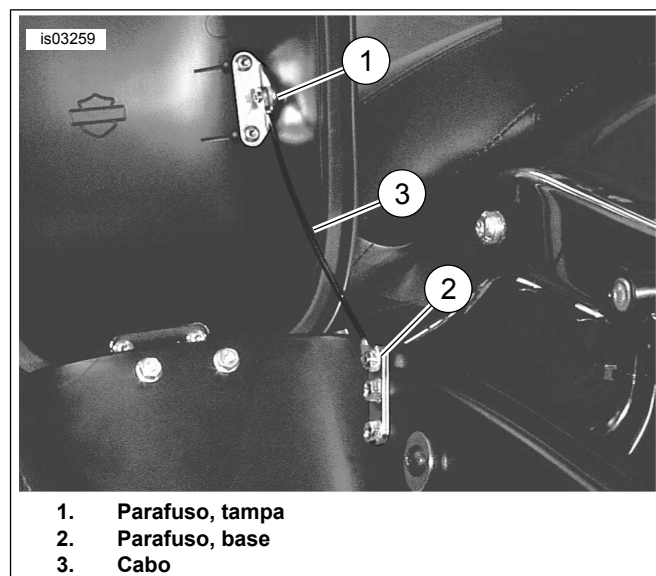
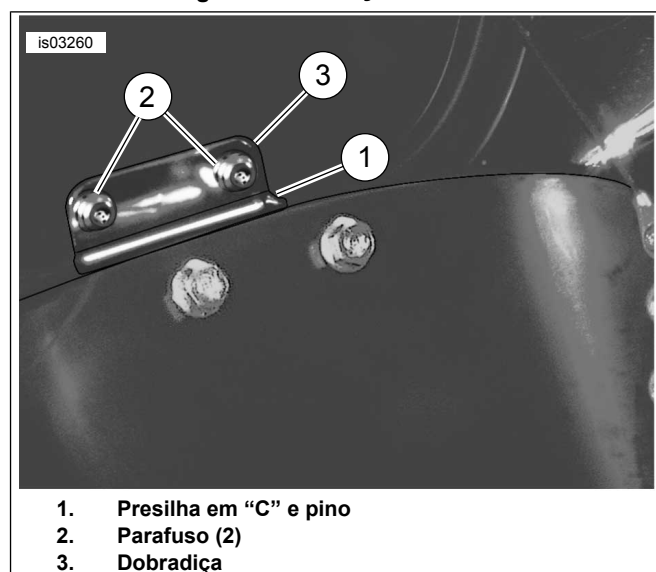
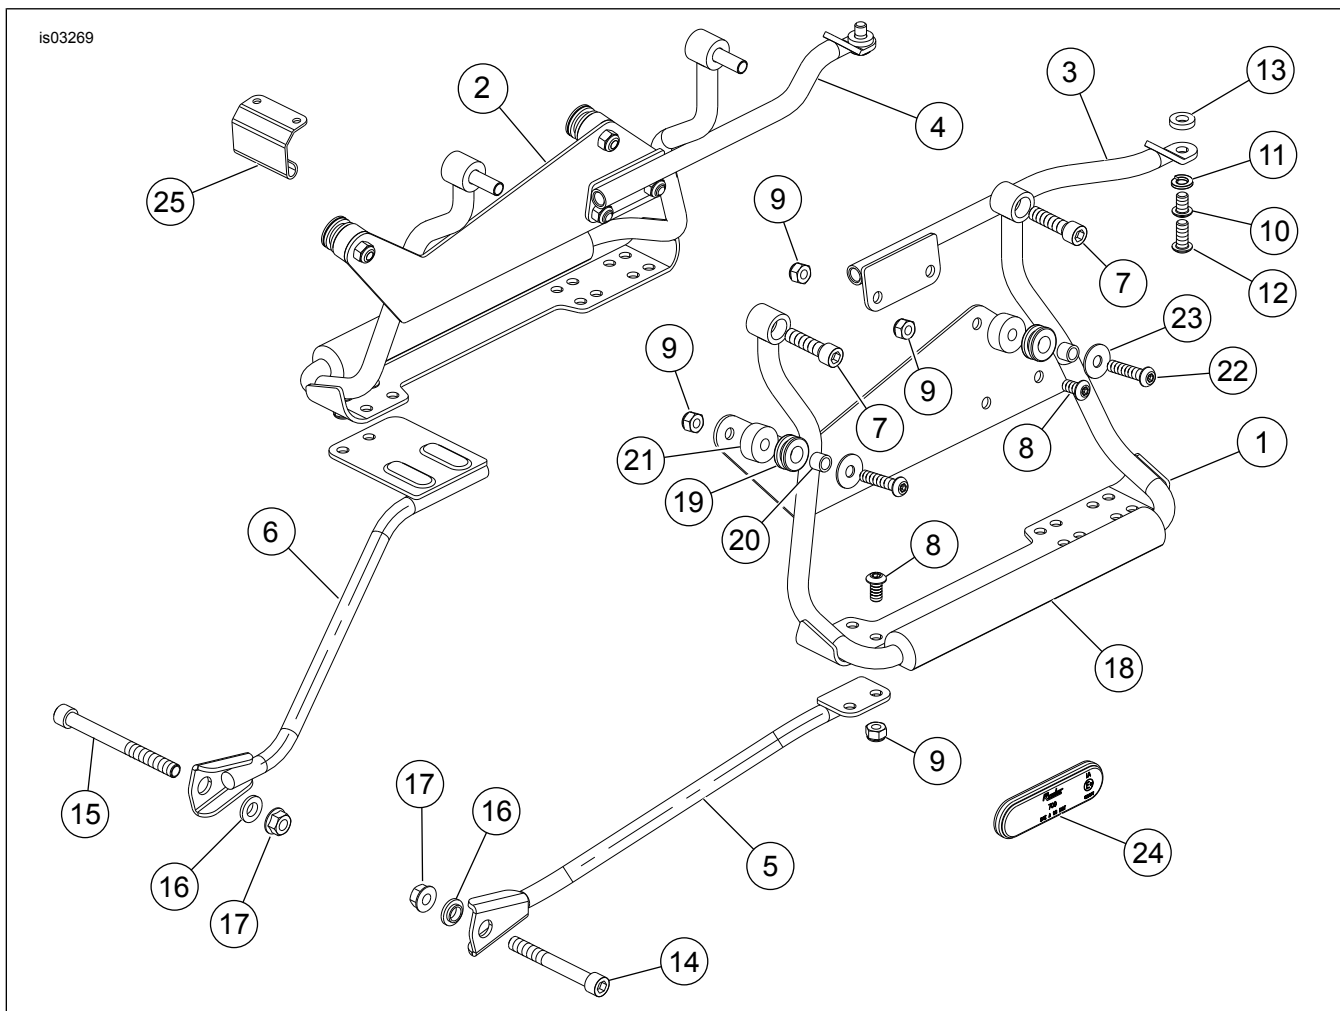

Figura 16. Remoção do cabo
Figura 17. Remoção da dobradiça
Figura 18. Peças de reposição: kit de suporte do alforje (peça N.o 90715-07) e kit de ferragens (peça N.o 88208-07)
2. Veja a Figura 18. Coloque o parafuso (15) através do suporte do pedal de apoio (1) e suporte do silenciador. As roscas deverão ficar expostas aproximadamente 12 mm (1/2 pol.) no lado interno do quadro.
3. Instale o suporte dianteiro (6) no parafuso (15).
4. Instale a arruela de ressalto (16) com o ressalto virado para o suporte, depois instale a porca (17) no parafuso e aperte com os dedos.
1. Veja a Figura 18. Instale dois parafusos (8) através dos ganchos de suporte do alforje (1, 2) e por dentro dos suportes dianteiros (5, 6). Fixe com porcas (9). Aperte as porcas com torque de 13,1 N·m (10 lb·pé).
4. Veja a Figura 18. Instale o parafuso (22) e a arruela (23) do alforje lateral, por dentro do espaçador (21). Depois instale a porca (9) apertando com os dedos.
- Veja a Figura 16. Remova os parafusos (1, 2) que prendem o cabo à tampa e base do alforje.
- Remova o cabo (3) do alforje.
- Veja a Figura 17. Remova e guarde a presilha em "C" e o pino (1) da dobradiça. Separe a tampa do alforje do corpo.
- Remova e guarde dois parafusos (2) que prendem a dobradiça na tampa do alforje.
- Deslize a dobradiça (3) para fora por baixo do vedador de borracha.
- Veja a Figura 18. Deslize a dobradiça (25) por baixo do vedador de borracha e afixe a metade da dobradiça na tampa do alforje usando os parafusos (Figura 17, item 2) removidos anteriormente. Aperte os parafusos com firmeza.
- Veja a Figura 17. Instale o pino na dobradiça e afixe com a presilha em "C".